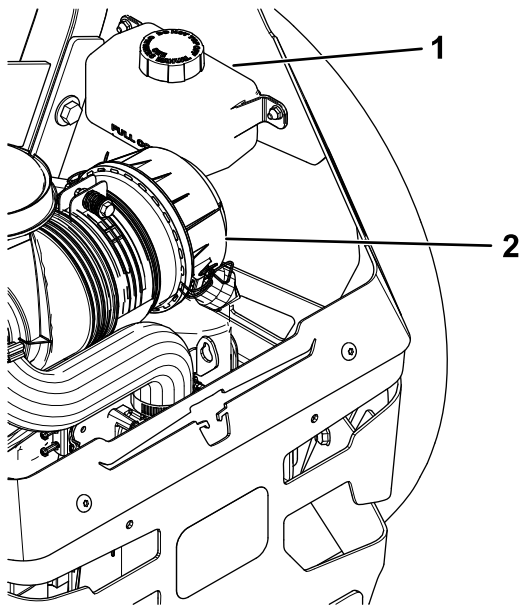

Figura 65
2. Compruebe el depósito de expansión y si es necesario, añada fluido hidráulico Toro® HYPR-OIL™ 500 hasta la línea FULL COLD (Figura 65).